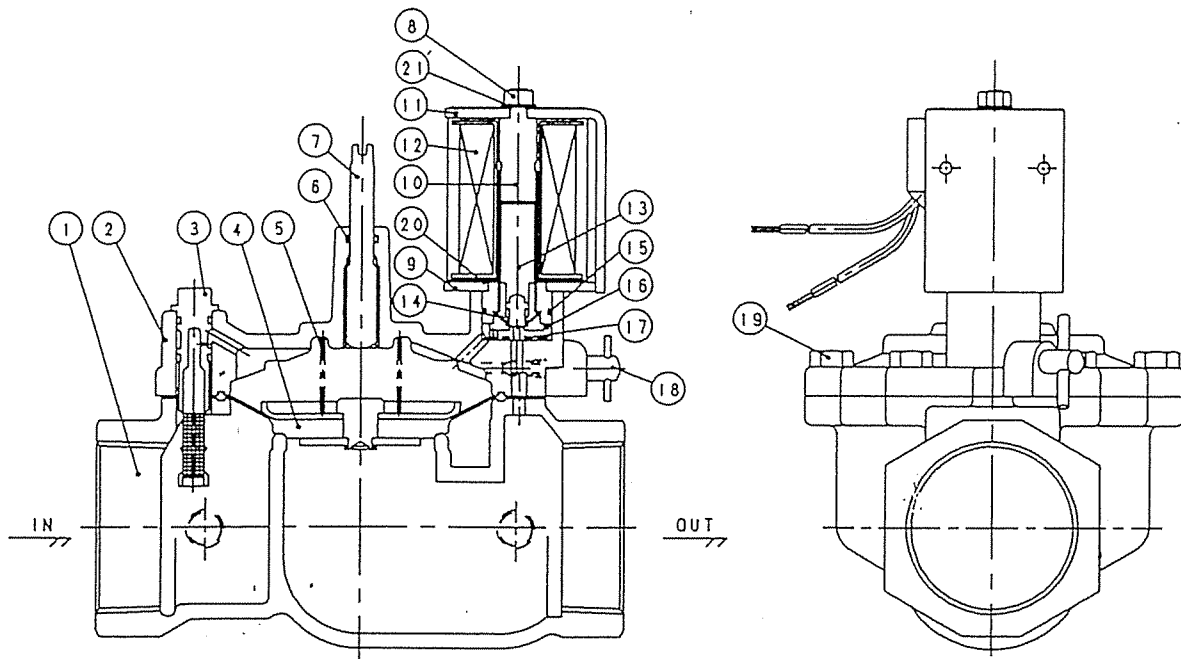

図18
(1) 図18はRSV-32・40・50A-210K (標準品) の構造図です。